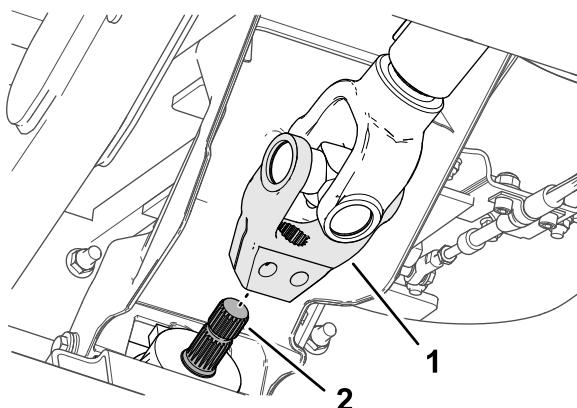

Рисунок 16
4. Совместите шлицы вилки ведущего вала со шлицами входного вала навесного оборудования (Рисунок 16) и наденьте вилку на вал.